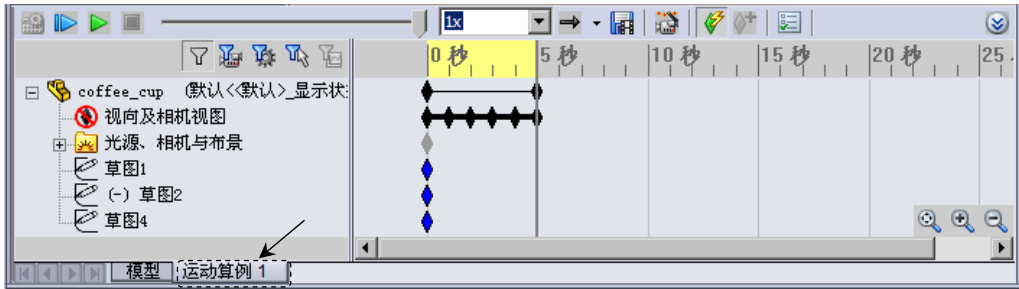

图 9.2.2 运动算例界面
Step2. 展开运动算例界面。在图形区将模型调整到合适的角度。在屏幕左下角单击 **运动算例 1** 按钮，展开运动算例界面，如图 9.2.2 所示。